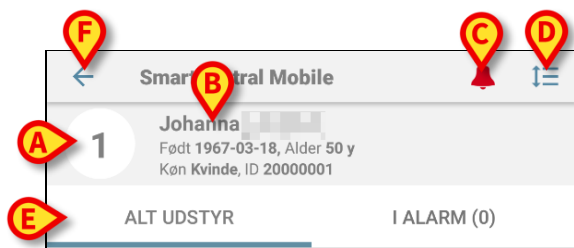

Fig. 51
I overskriftsområdet (Fig. 51) findes følgende informationer og værktøjer:
- Sengens nummer (Fig. 51 **A**);
- Patientdata (Fig. 51 **B**).
- Ikonet med den røde klokke (Fig. 51 **C**) angiver, at min. et medicinsk udstyr er i alarmtilstand i en af de øvrige senge (en af de, som ikke vises aktuelt). Hvis det røde klokkeikon berøres, viser Smart Central-skærmen listen over akutte patienter.
- Brug ikonet, som er vist i Fig. 51 **D**, for at udvide områderne med udstyr og på den måde få vist flere oplysninger om hvert tilsluttet medicinsk udstyr
Berør ikonet (Fig. 51 D) igen for at vende tilbage til den kompakte visningsfunktion.
- Brug filtrene, som er vist i Fig. 51 E, for at vise enten alt tilsluttet medicinsk udstyr eller kun det udstyr, som viser meddelelser.
Brug pil-tilbage knappen (Fig. 51 F) for at vende tilbage til "Central" skærmen.